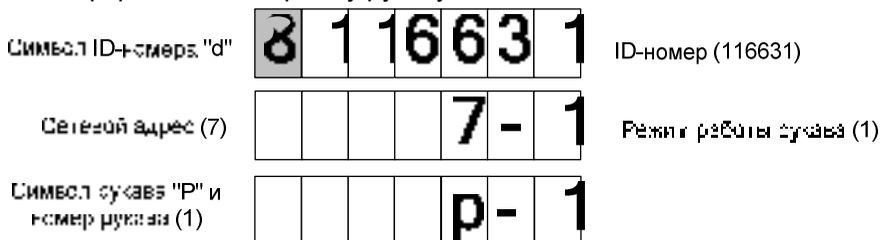

Рисунок 7
9.8 По команде СУ на табло могут отображаться сетевой адрес, режим работы и ID-номер рукава (рисунок 7). При снятии/установке любого раздаточного крана на табло выводится информация для следующего по счету рукава. По достижению последнего рукава вновь отображается информация по первому рукаву.